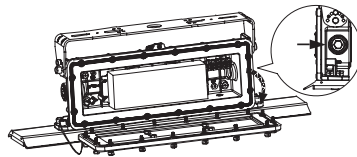

Figure 0-2
4. Open the cover, there is a hanging rope at the lower left corner to prevent falling off (Figure 0-2);
5. Unscrew the 3/4" NPT nut, install suitable conduit to the conduit opening, pull the wire through the conduit hole (Figure 0-2), and connect it to the 5 PIN terminal block; Wire connected to terminal block should be Aluminum or Copper Conductors. Connectors should be secured by Torque: 4.4 in-lbs. See label at the terminal block for wiring(M+: DIM+, M-; DIM-).
4. Ouvrir le couvercle, une corde de suspension se trouve dans le coin inférieur gauche pour éviter de tomber (Figure 0-2) ;
5. Dévisser l'écrou 3/4" NPT, installer un conduit approprié dans l'ouverture du conduit, tirer le fil à travers le trou du conduit (Figure 0-2), et le connecter au bloc terminal à 5 broches ; le fil connecté au bloc terminal doit être des conducteurs en aluminium ou en cuivre. Les cônes doivent être fixés à l'aide d'un couple de serrage : 4.4 in-lbs. Voir l'étiquette du bornier pour le câblage (M+ : DIM+, M- ; DIM-).